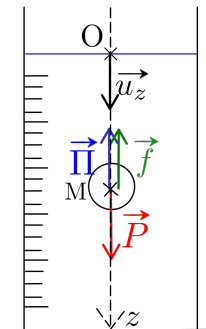

FIGURE 18.1 – Schéma
- ◇ **Schéma** : cf. Figure 18.1.